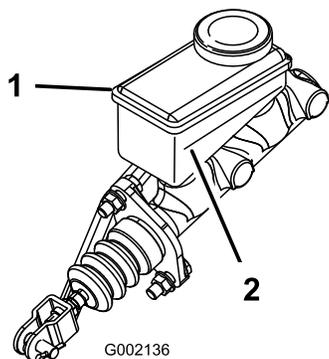

Figura 16
- Observe o nível do fluido na parte lateral do reservatório. (Figura 16).
- Adicione fluido dos travões DOT 3 ao reservatório até o nível do fluido estar acima da linha de mínimo (Figura 16).
- Instale a tampa de borracha na parte superior do painel (Figura 16).